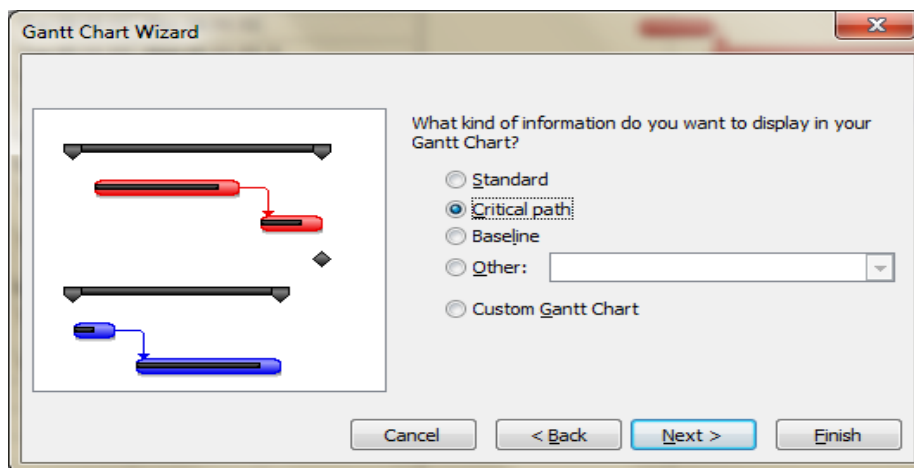

Рисунок 15 – Окно встроенной программы Мастер диаграмм Гантта для определения критического пути
1. Для определения критического пути используем меню **Формат**, вызываем команду **Мастер диаграмм Гантта (Gantt Chart Wizard)** и, отвечая на вопрос встроенной программы, выбираем действие «Критический путь». По команде «Далее» форматируем окончательный результат для нашего проекта (рис. 15).